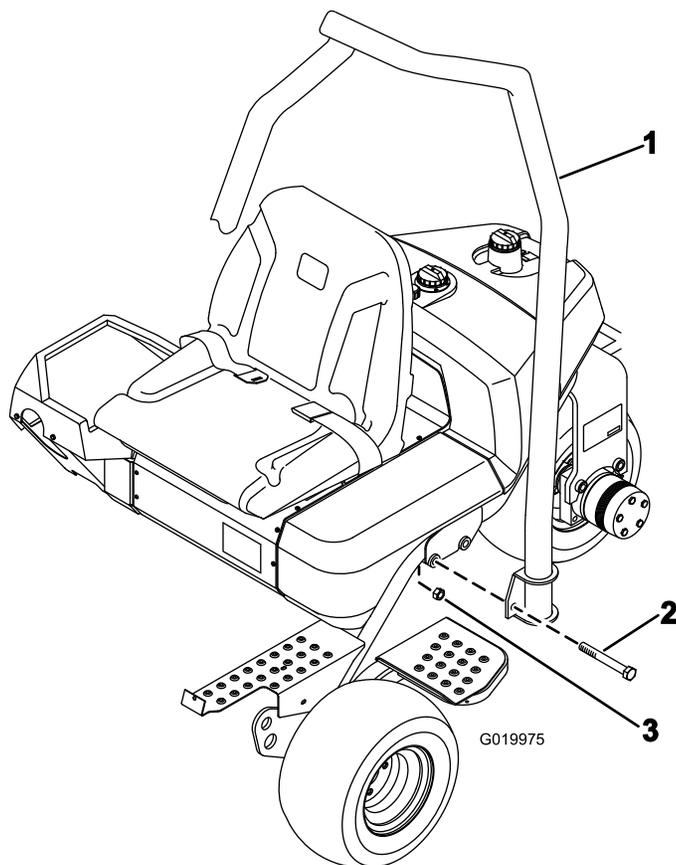

Figura 4
1. Coloque la barra antivuelco de manera que la parte superior del tubo esté curvada hacia la parte delantera de la máquina (Figura 4).
2. Baje la barra antivuelco sobre el bastidor, alineándolo con los taladros de montaje (Figura 4).
3. Sujete cada lado de la barra antivuelco al bastidor con 2 pernos ( $\frac{5}{8}$ " x  $4\frac{1}{2}$ " ) y contratuercas, tal y se muestra en la Figura 4.